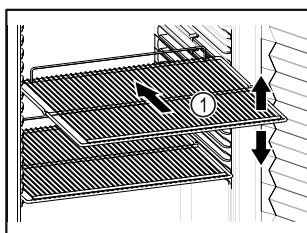

Fig. 88 Atvaizdo pavyzdys
- ❑ Jei pastatymo grotelės Fig. 88 (1) galima perkelti, pritai-kykite atsižvelgdami į aukštį.